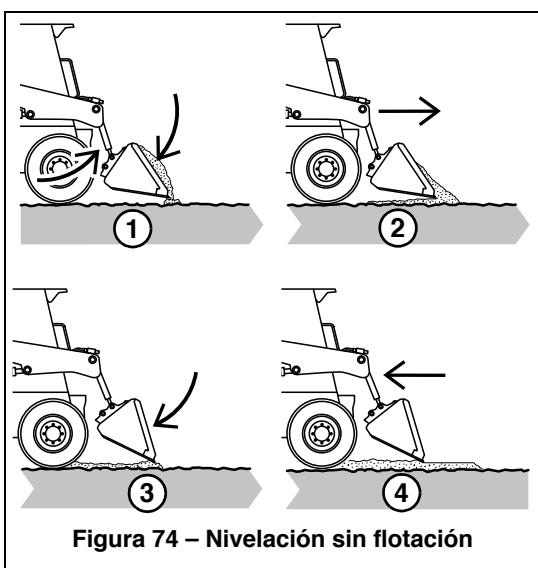

Figura 74 – Nivelación sin flotación
1. (Figura 74) Levante la cuchara e inclínela hacia adelante.